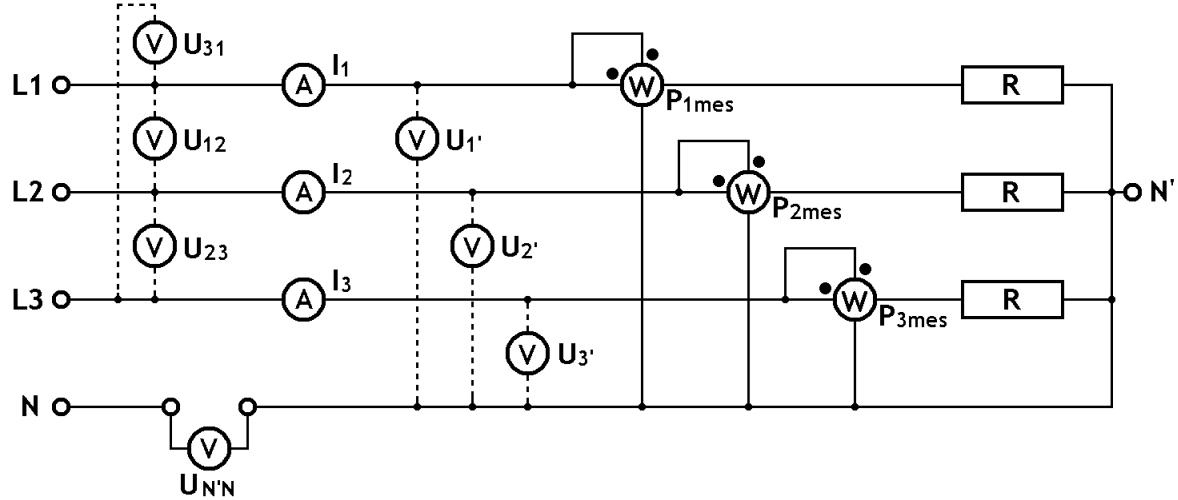

Figure 3.2 - Schéma de montage avec charges équilibrée en étoile, et avec neutre ouvert
- Réaliser le schéma de la figure 3.2 en utilisant les résistances réglées à 65Ω .